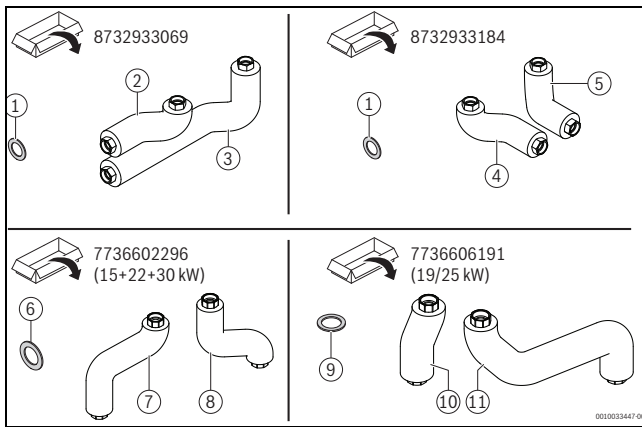

Fig. 3 Assemblages de la tuyauterie en option
L'assemblage de la tuyauterie HF-Set HYC40 comme composant hydraulique central permet, en liaison avec d'autres assemblages de tuyauterie optionnels (→ fig. 3), le raccordement d'une unité extérieure de pompe à chaleur à un générateur de chaleur au sol conventionnel. Lors de l'installation d'un ballon d'eau chaude sanitaire, différentes variantes d'installation (A/B/C) sont possibles.
- Assemblage de la tuyauterie pour le raccordement de la pompe à chaleur sur le côté (gauche, droite ou à l'arrière), selon la variante d'installation ; →Fig. 3, [1 – 5]).
- Assemblage de la tuyauterie pour le raccordement des sets du circuit de chauffage (→Fig. 3, [6 – 11]).